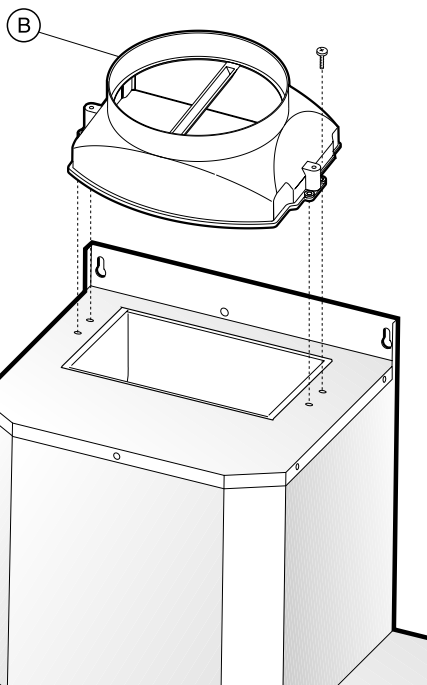

FIG 4
Les filtres au charbon actif servent à épurer l'air qui sera expulsé à nouveau dans la pièce. Ces filtres ne sont pas lavables ou régénérables et doivent être changés tous les 4 mois au maximum. La saturation du charbon actif dépend du temps d'utilisation de la hotte, du type de cuisine et de la fréquence à laquelle vous nettoyez le filtre à graisse. Les filtres rectangulaires doivent être positionnés dans le groupe aspirant, à l'intérieur de la hotte. Enfiler les axes (K) du filtre dans leur support (voir fig.4). Vous devez donc vous servir des poignées spécialement prévues à cet effet, donc, avec un mouvement de rotation vers le haut enfiler les axes (J), se trouvant vers la poignée dans leur propre support. Pour effectuer cette opération, retirer la grille **G** (fig.2). L'air est alors recyclé dans la pièce grâce au tube de connection passant au travers du meuble et relié à l'anneau du raccord **B** (fig.6).